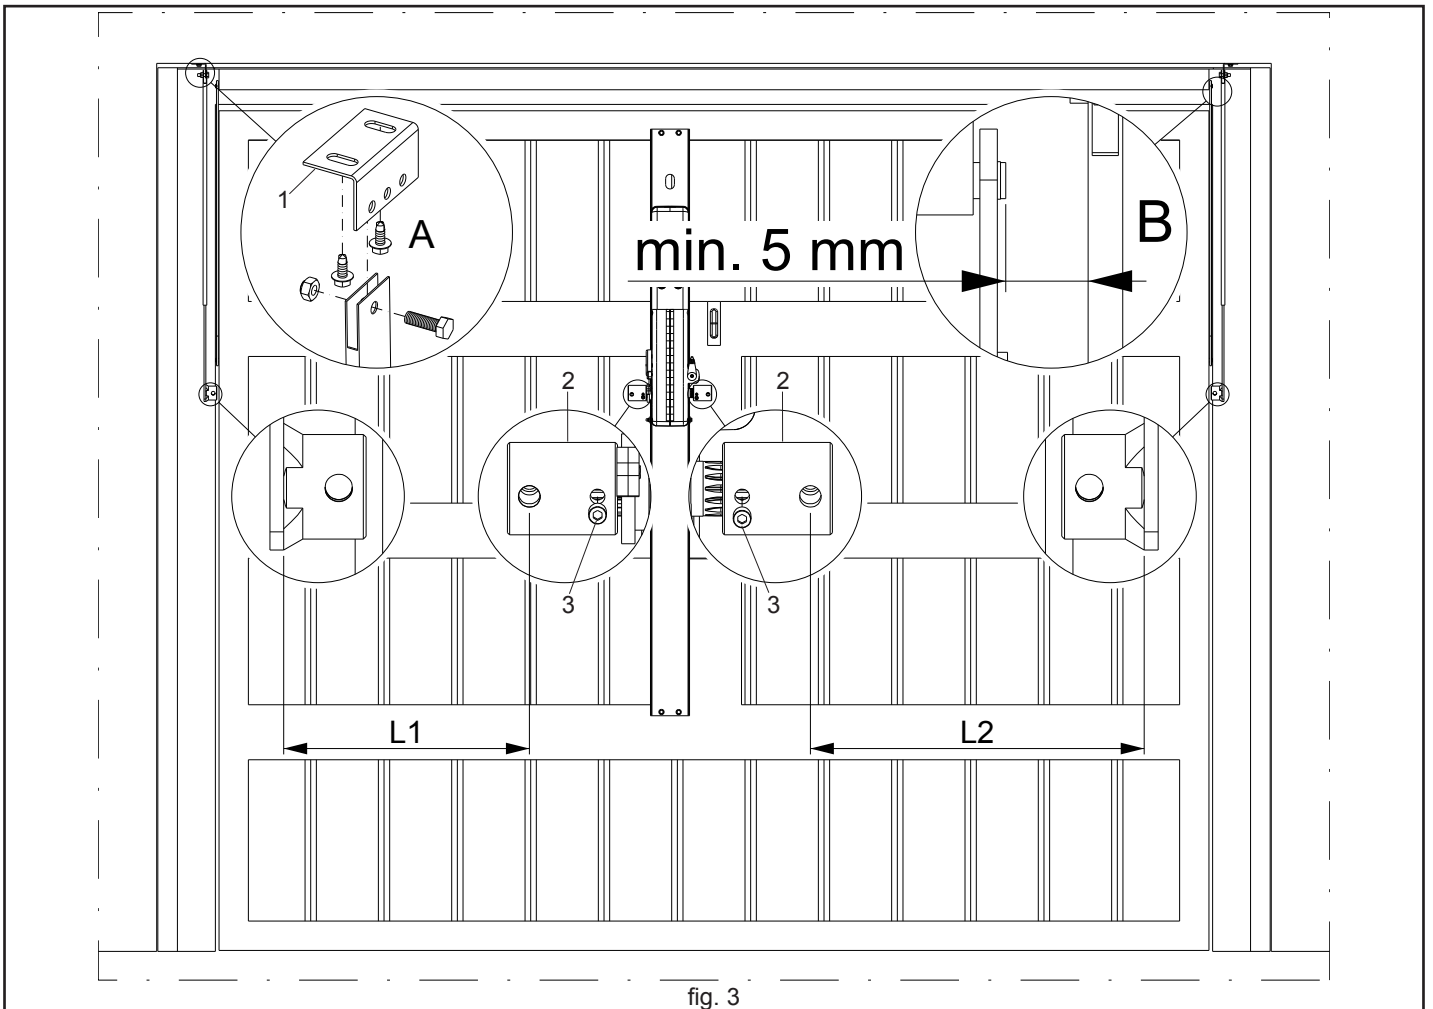

fig. 3
6. se la basculante non è predisposta, fissare le squadrette di supporto superiore (1 fig. 3) come in A fig. 3 tramite viti autofilettanti adatte (in alternativa, saldarle direttamente al telaio di sostegno della basculante), rispettando le misure di fig. 4 in modo che la distanza tra il braccio esistente della basculante e il braccio telescopico sia di almeno 5 mm (B fig. 3);
7. inserire le boccole (2 fig. 3) sugli alberi di uscita del motoriduttore e fermarle con i grani forniti (3 fig. 3);
8. utilizzando i bracci telescopici come riferimento, tagliare gli assi di trasmissione (lato senza foro) alla lunghezza L1 ed L2 (fig. 3);
6. if the door is not pre-equipped, mount the upper supporting brackets (1 fig. 3) as shown in A fig. 3 by means of suitable self-tapping screws (alternatively weld them directly to the door supporting frame). Be sure to observe the measurements shown in fig. 4 so that the distance between the existing arm of the door and the telescopic arm is at least 5 mm (B fig. 3);
7. insert the bushes (2 fig. 3) on the gearmotor output shafts and secure them using the dowels provided (3 fig. 3);
8. using the telescopic arms as reference, cut the transmission shafts (side without hole) to lengths L1 and L2 (fig. 3);
6. Wenn das Kipptor keine entsprechende Vorkehrung hat, die oberen Stützwinkel (1 Abb. 3 wie in A Abb. 3 mit geeigneten selbst einschneidenden Schrauben befestigen (alternativ, direkt am Stützrahmen des Kipptors anschweißen), wobei die Maße der Abb. 4 eingehalten werden müssen, damit die Distanz zwischen dem bestehenden Arm des Kipptors und dem Teleskoparm mindestens 5 mm beträgt (B Abb. 3);
7. Die Buchsen (2 Abb. 3) in die Abtriebswellen des Antriebs einsetzen und mit den gelieferten Gewindebolzen (3 Abb. 3) befestigen,
8. Wobei die Teleskoparme als Bezugspunkt genommen werden; dann die Antriebsachsen (Seite ohne Bohrung) auf die Länge L1 und L2 (Abb. 3) schneiden.
6. si la porte basculante n'en est pas munie, fixer les petites équerres de support supérieur (1 fig. 3) comme sur l'indique le détail A fig. 3 à l'aide de vis autotaraudeuses adaptées (en alternative, les souder directement au cadre de soutien de la porte basculante), en respectant les mesures de la fig. 4 de manière que la distance entre le bras existant sur la porte basculante et le bras télescopique soit d'au moins 5 mm (B fig. 3) ;
7. introduire les douilles (2 fig. 3) sur les arbres de sortie de l'opérateur et les bloquer avec les goujons fournis (3 fig. 3) ;
8. en utilisant les bras télescopiques comme repère, couper les tubes de transmission (côté sans trou) à la longueur L1 et L2 (fig. 3) ;
6. si la puerta basculante no estuviera predispuesta, fije las escuadras de soporte superior (1 fig. 3), tal como en A fig. 3 mediante tornillos autorroscantes (como alternativa suelde directamente al bastidor de sostén de la puerta basculante), respetando las medidas de la fig. 4, de manera que la distancia entre el brazo existente en la puerta basculante y el brazo telescópico sea de al menos 5 mm (B fig. 3);
7. introduzca los casquillos (2 fig. 3) en los ejes de salida del motorreductor y bloquéelos con los pasadores entregados (3 fig. 3);
8. utilizando los brazos telescópicos como referencia, corte los ejes de transmisión (lado sin agujero) en la longitud L1 y L2 (fig. 3);